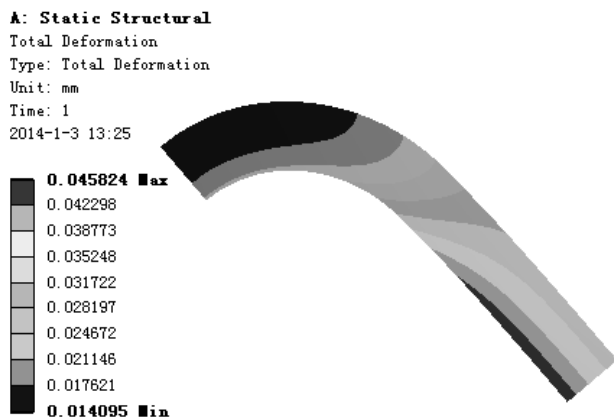

图 7.5.63 位移变形结果图解
(3) 查看位移变形结果图解。在“Outline”窗口中选中  Total Deformation，查看图 7.5.63 所示的位移变形结果，其最小位移为 1.4095×10^{-2} mm，其最大位移为 4.5824×10^{-2} mm。